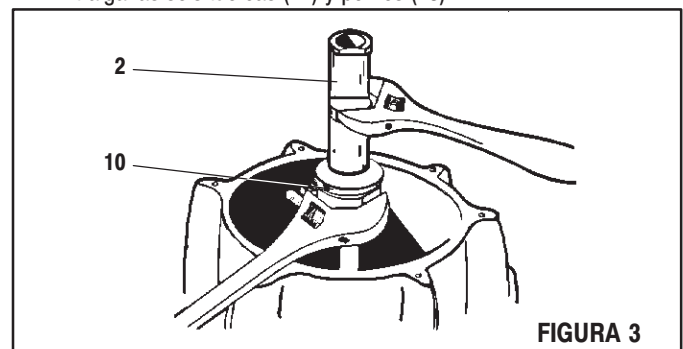

FIGURA 3
10. Desmonte el pistón de la válvula (2) del adaptador de pistón (10), tal como lo muestra la figura 3.
11. Extraiga el pistón de la válvula (2).
12. Saque el adaptador del pistón (10) hacia arriba y tome la varilla extensible (11) por debajo del adaptador (10). Presione el adaptador del pistón (10) hacia abajo sobre la varilla extensible (11). Extraiga la arandela (37) y la varilla extensible (11).